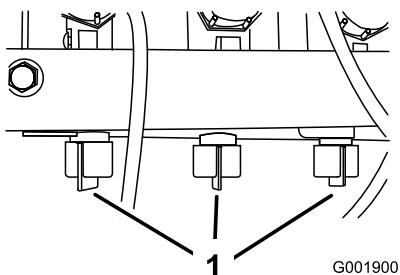

Bild 22
- Stellen Sie das Sicherheitsventil des Spritzgestänges (Bild 22) unter dem Spritzgestängesteuerventil des Spritzgestänges ein, das Sie abgestellt haben, bis der am Druckmanometer angezeigte Druck dem Wert in Schritt 7 entspricht.